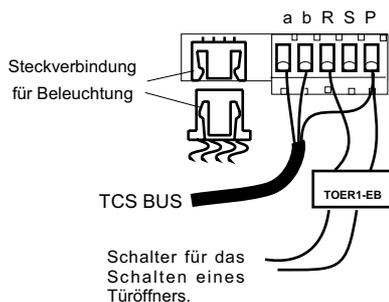

Abb. 3
**Klemmengruppe 1 (Abb. 3)**
Schließen Sie die Säule wie in Abb. 3 beschrieben an den TCS:BUS und die P-Ader an. Wenn Sie jetzt eine Klingeltaste betätigen, hören Sie einen Hinweiston (einzelner Piep-Ton). Dieser wird als Lichtschaltton bezeichnet. Der Lichtschaltton zeigt die unprogrammierte oder gerade gelöschte Klingeltaste an. Hören Sie einen anderen Ton, dann ist die Klingeltaste nicht gelöscht, sondern wurde schon mit mindestens einer Seriennummer programmiert.